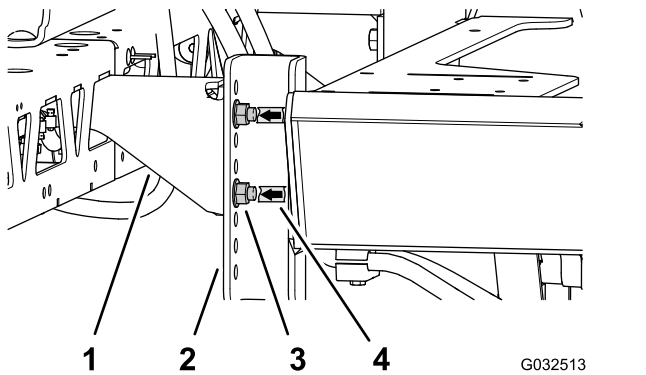

Figura 68
3. Utilize um pedaço de fita para marcar os orifícios onde os 4 parafusos de cabeça flangeada (1/2 x 1-1/4 pol.) e as 4 porcas de bloqueio flangeadas (1/2 pol.) prendem os suportes para a secção da rampa central aos canais de montagem da máquina (Figura 68).